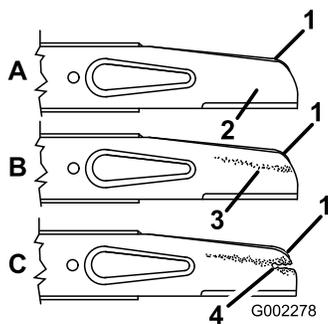

Figure 33
2. Enlevez les écrous, l'accélérateur et la lame (Figure 33).